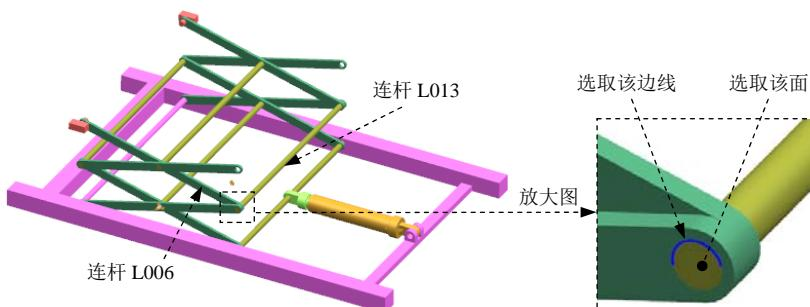

图 10.5.18 定义旋转副(八)
(1) 选择连杆。选取图 10.5.18 所示的连杆 L006。
(2) 定义原点及矢量。在“运动副”对话框的 指定原点下拉列表中选取“圆弧中心” 选项，在模型中选取图 10.5.18 所示的圆弧为定位原点参照；选取图 10.5.18 所示的面作为矢量参考面。
(3) 添加啮合连杆。在“运动副”对话框的基本区域中选中 喷合连杆复选框，单击选择连杆(0)，选取图 10.5.18 所示的连杆 L013。
(4) 定义啮合连杆原点及矢量。在“运动副”对话框基本区域的 指定原点下拉列表中选取“圆弧中心” 选项，在模型中选取图 10.5.18 所示的圆弧为定位原点参照；选取图 10.5.18 所示的面作为矢量参考面。